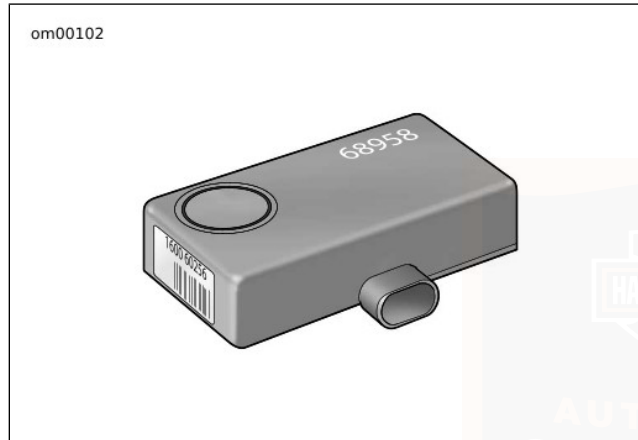

Abbildung 39. Optionale Smart-Sirene
- Siehe Abbildung 39. Die optionale erhältliche Sirene ertönt.